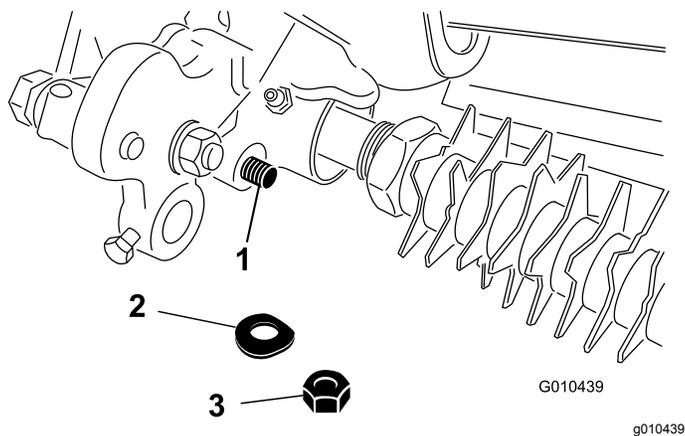

Figura 32
4. Retire la contratuerca y la arandela Belleville que sujetan el extremo de la varilla del brazo de ajuste de la altura de corte al conjunto de transmisión del groomer (**Figura 32**).